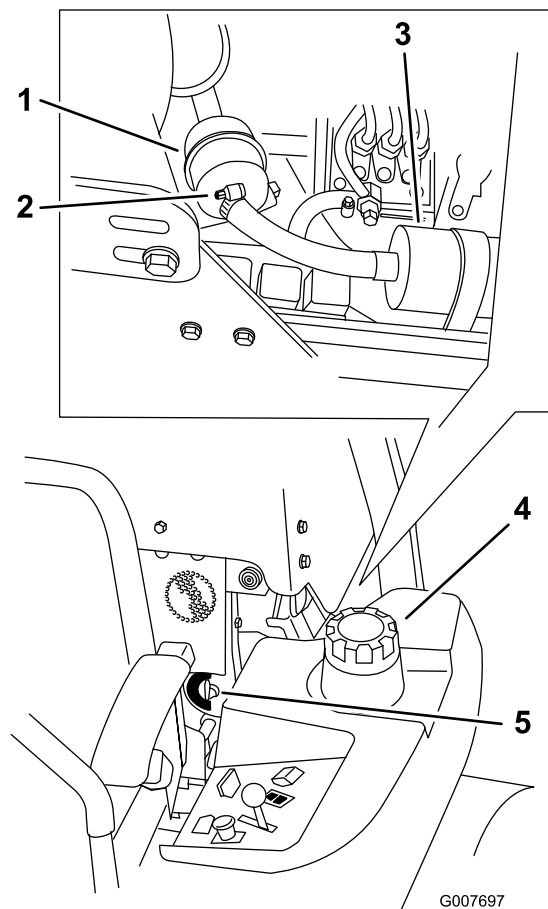

Figura 55
4. Cierre la válvula de cierre de combustible (Figura 55).
5. Afloje las 2 abrazaderas y desconecte los tubos de combustible del filtro de combustible (Figura 55).
6. Instale un filtro nuevo. Conecte los tubos de combustible al filtro de combustible e instale las abrazaderas (Figura 55).